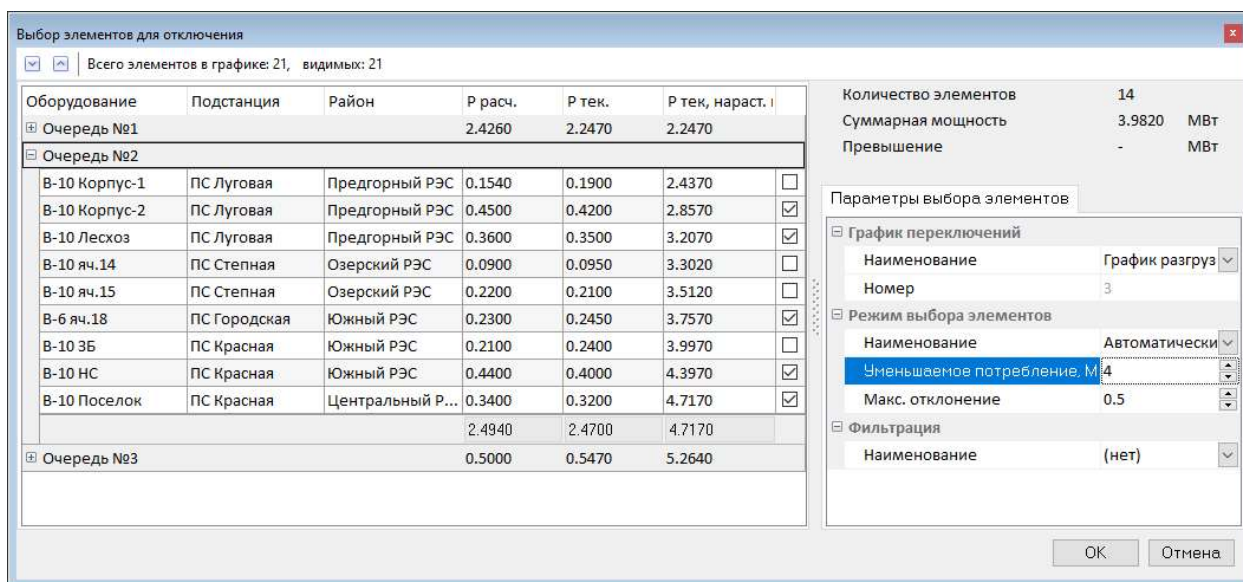

Рисунок 4.23 – Окно выбора элементов для отключения – автоматический выбор без приоритета элементов в очереди
- 3) Если набор элементов для отключения из второго этапа не найден, то в этой же очереди путем полного перебора осуществляется поиск подмножества элементов так, чтобы в итоге суммарная текущая мощность всех выбранных элементов минимально превышала введенное значение уменьшаемого потребления системы. При превышении суммы мощностей по элементам введенного значения уменьшаемого потребления системы на величину, большую значения максимального отклонения, в окне отображается превышение в МВт (Рисунок 4.23).